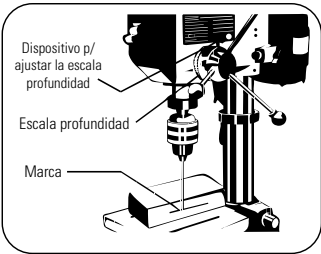

FIGURA 8.12
- Apriete nuevamente la Palanca de la Mesa Móvil (Figura 8.12).
2. Regule la profundidad de perforación a través del dispositivo de regulación. (Figura 8.12).